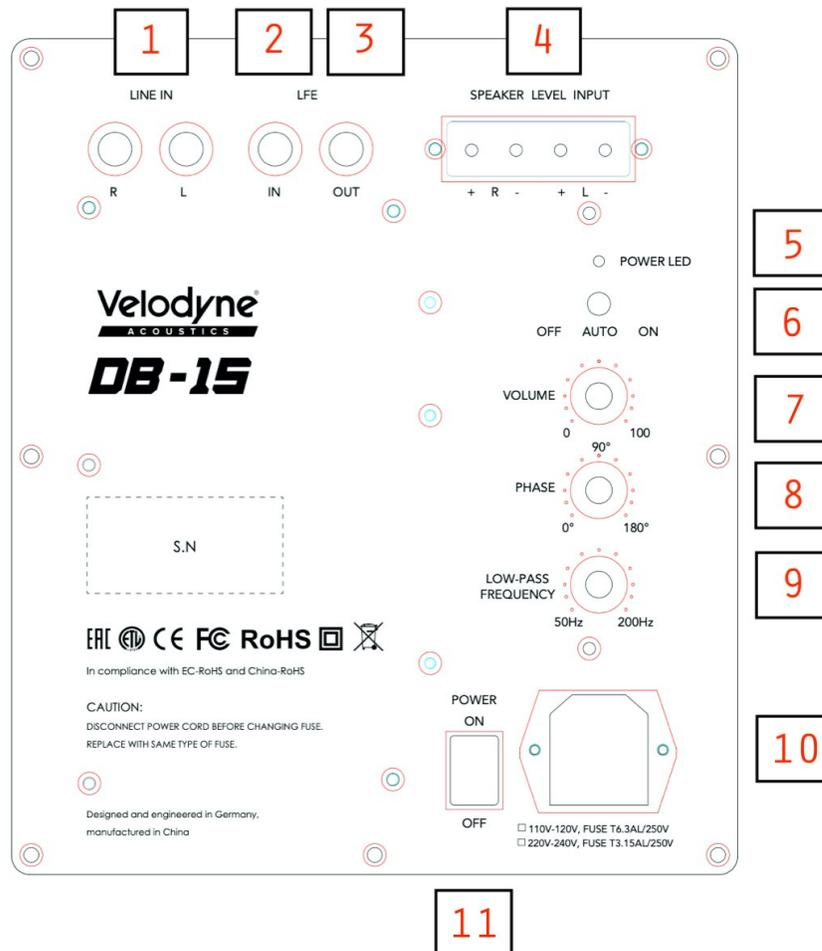

Abbildung 1.: Anschlüsse an der Rückseite der Deep Blue Serie
**Abbildung 1 zeigt die Anschlüsse auf der Rückseite der DB. Nachfolgend finden Sie kurze Beschreibungen der in Abbildung 1 beschriebenen Anschlüsse.**
(1) LINE INPUT RCA-Buchsen - Verbinden Sie diese Buchsen mit den LINE OUT-Buchsen des Verstärkers.
(2) LFE INPUT RCA-Buchse - Verbinden Sie diese Buchse mit den LFE OUT-Buchsen des Verstärkers.
(3) LFE OUTPUT RCA-Buchse - Verbinden Sie diese Buchse mit den LFE IN-Buchsen eines weiteren Subwoofers zur Verkettung.
(4) SPEAKER LEVEL INPUT-Anschlüsse - Verbinden Sie diese Eingangsanschlüsse mit den Lautsprecherausgängen Ihres Verstärkers oder Receivers.
(5) POWER-ANZEIGE - Rot: Das Gerät befindet sich im Standby-Modus. blau: Das Gerät befindet sich im Betriebsmodus. Wenn acht Minuten lang kein Signal anliegt, schaltet der Subwoofer automatisch in den Standby-Modus.
(6) Auto POWER-Schalter - Aus: Gerät befindet sich im Standby-Modus. Auto: Das Gerät befindet sich im Betriebsmodus. Wenn acht Minuten lang kein Signal anliegt, schaltet der Subwoofer automatisch in den Standby-Modus.